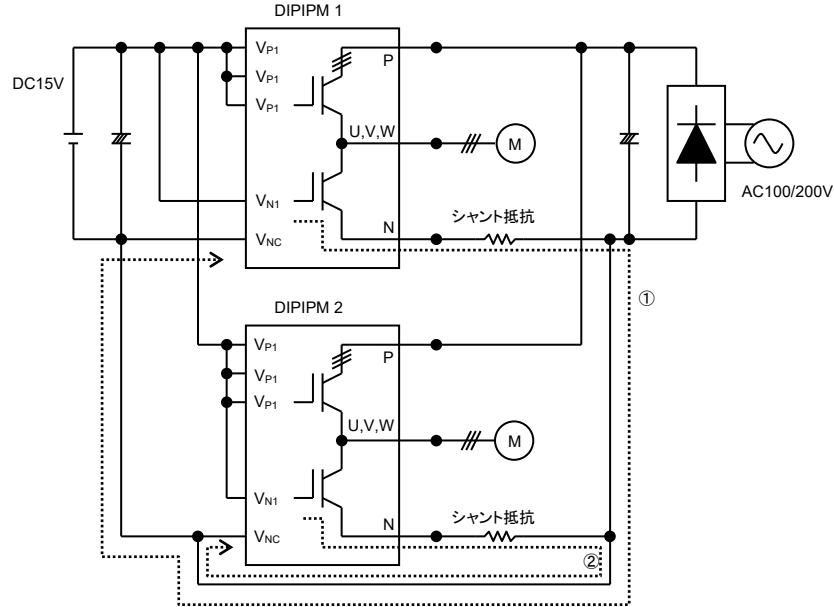

図 3-1-13 並列動作
図 3-1-13 に DIPIPM を 2 台並列接続した場合の回路例を示します。DIPIPM の下アーム IGBT のゲートチャージは、DIPIPM 1 では①の経路、DIPIPM 2 では②の経路で行われます。この経路が長くなりますと、配線インダクタンスも大きくなりますのでスイッチング動作に影響を与える可能性があります。(上アームのブーツストラップコンデンサの充電にも影響を与える可能性があります。) また、ノイズの影響を受け易く誤動作の要因となります。並列数が多ければ多いほど、このGNDパターンは長くなりますので、GND 電位の変動による他の回路への影響(電源、保護回路動作等)も考えられますので推奨いたしません。電気的には、動作可能と考えますが、上記項目に注意し評価検討をお願いします。